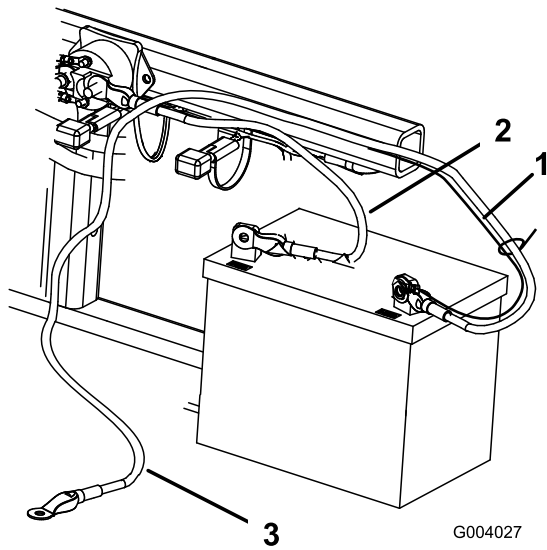

图6
2. 用螺栓 $\frac{1}{4} \times \frac{5}{8}$ 英寸和锁紧螺母将正极接线红色固定到正极+端子图6。
3. 用螺栓 $\frac{1}{4} \times \frac{5}{8}$ 英寸和锁紧螺母 $\frac{1}{4}$ 英寸将小黑色接线和负极接线黑色固定到电池的负极-端子图6。